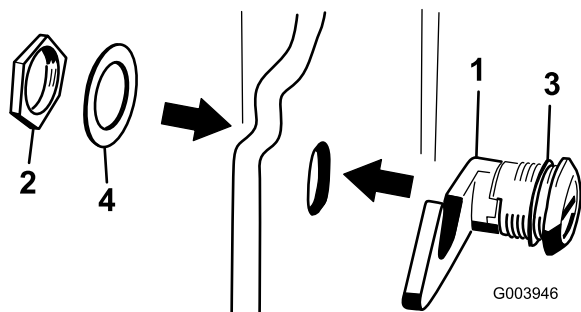

Рисунок 16
3. Отверните гайку с узла защелки капота (Рисунок 16).
4. Снаружи капота вставьте конец защелки с крюком через отверстие в капоте. Убедитесь, что резиновая уплотнительная шайба осталась на наружной стороне капота (Рисунок 16).